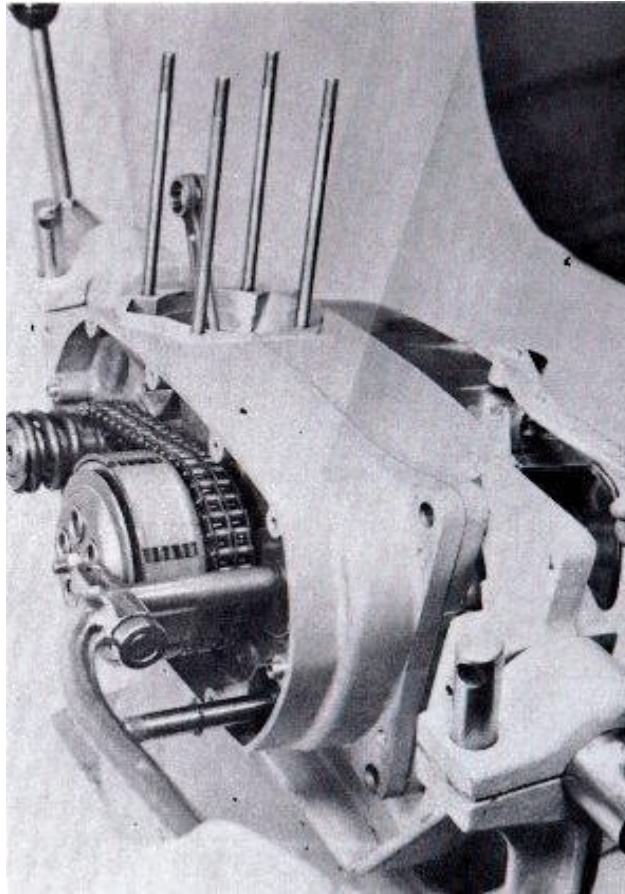

FIG. 105
37. Con una mano, coloque la herramienta OSSA especial (N ° 121-957, embrague herramientas de servicio) a la palanca de accionamiento del embrague. Mover hacia la izquierda lo suficiente para que la placa de presión del embrague se desenganche. Manténgalo en ese punto, y con la otra mano, presione el pedal de arranque, que a su vez, la placa de presión (Fig. 105). Si los muelles del embrague no se ajustan de manera uniforme, la placa de presión no funciona verdad o se parecen "bamboleo" mientras gira.